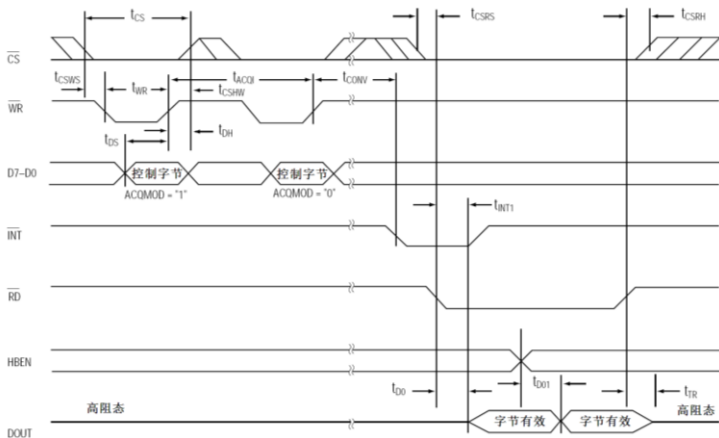

图 36-9 外部采集控制模式时序图
- 当 ACQMOD=1 时, MAX197 为外部采集控制模式, 时序图如图 36-9 所示。